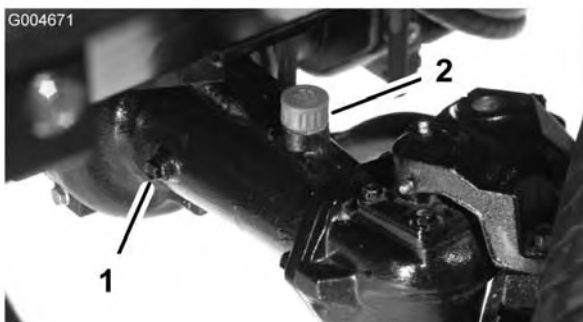

Figura 12
2. Togliete il tappo di controllo da un'estremità del ponte (Figura 12) e verificate che il lubrificante raggiunga la base del foro. Se il livello è basso, togliete il tappo di riempimento (Figura 12) e rabboccate con lubrificante finché non raggiunge la base del foro del tappo di controllo.